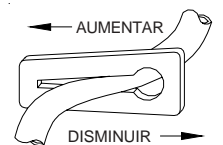

FIG. 6
- Ajuste la cantidad de agua. Su enfriador viene equipado con una válvula especial que mide el agua (fig. 6). La cantidad de agua que llega a los filtros puede ser disminuida presionando la válvula de plástico en el sentido indicado por las flechas.